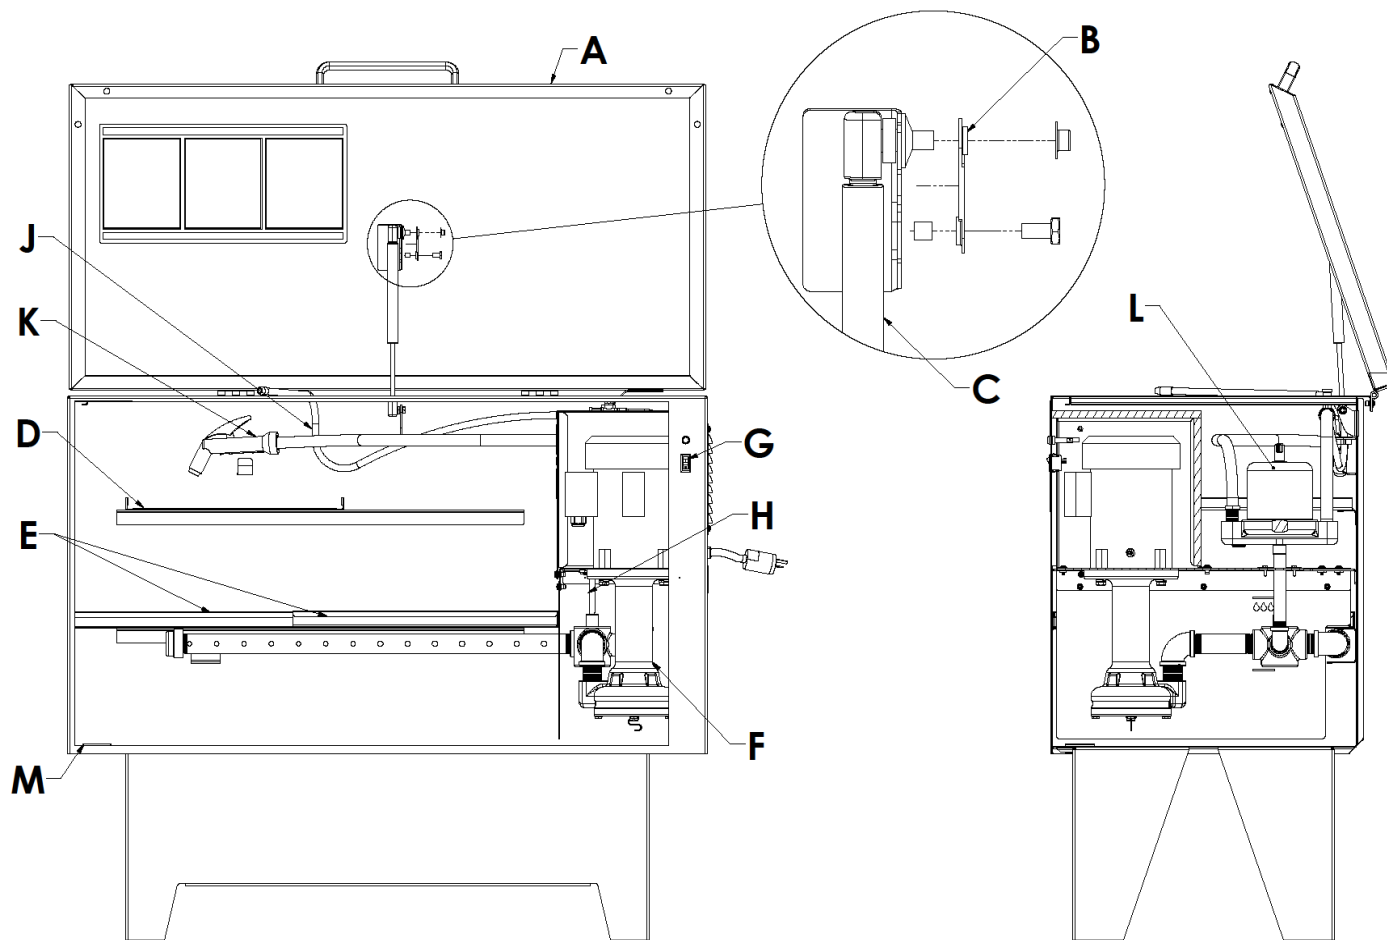

FIGURA 1
Abra la tapa de seguridad automática (FIGURA 1 (A)) de su Clean-O-Matic y notará que se levanta con una mano de manera sencilla y fácil. No hay nada que conectar ni que desconectar para abrir o cerrar la tapa.
La tapa de su Clean-O-Matic está equipada con un resorte a gas de dos vías (FIGURA 1 (C)) que también incluye un eslabón fusible (FIGURA 1 (B)). Cuando se abre, el mecanismo de la tapa sostiene la tapa en un ángulo ligeramente inclinado hacia adelante. Este ángulo es necesario a fin de asegurar que el eslabón fusible de la tapa cumpla su función en el improbable caso de incendio en el depósito. En caso de un incendio, el eslabón fusible se fundirá a 165 °F, permitiendo que la tapa se cierre de golpe y reduciendo el aporte de oxígeno al incendio.
Todas las Clean-O-Matic vienen equipadas con un estante perforado (FIGURA 1 (D)) y dos estantes telescópicos (FIGURA 1 (E)), los cuales sirven como barrera de borde libre para ayudar a limitar las emisiones de VOC. Sus propias necesidades de limpieza determinarán cual será la mejor posición para su operación.
La unidad de bombeo centrífugo (FIGURA 1 (F)) suministrada con la Clean-O-Matic es una unidad resistente con calidad de “máquina herramienta” que juega un papel importante en la limpieza de piezas. Es particularmente útil para enjuagar la suciedad y la grasa reblandecida después de remojar las piezas.
Para operar la bomba y la agitación del depósito después de llenar la unidad, encienda el interruptor (FIGURA 1 (G)) en el frente de la Clean-O-Matic o active el paso de aire por la válvula. Se deberá encender la luz piloto, indicando que la bomba está funcionando. En todos los modelos, la válvula pequeña en la manguera metálica flexible (FIGURA 1 (J)) le permite cortar el flujo hacia la manguera flexible, dirigiendo todo el líquido a través de la manguera aspersora (FIGURA 1 (K)). Siempre dirija el flujo hacia el depósito de manera tal que evite salpicar. Nunca apunte la boquilla aspersora a ninguna persona. En los modelos 504 hasta el 924, la válvula selectora (FIGURA 1 (H)) está ubicada en el lado derecho trasero interno del depósito. La válvula selectora permite utilizar la función de agitación en el depósito sola, las mangueras de enjuague y aspersión juntas o una combinación de las tres.
Su Clean-O-Matic está equipada con un filtro (FIGURA 1 (L)) con un elemento recolector de malla reutilizable. Este recolector de malla debe limpiarse al menos una vez a la semana y con mayor frecuencia cuando el uso es pesado, a fin de ayudar a alargar la vida del líquido de limpieza y aumentar la eficiencia de la limpieza. Cada cierto tiempo, se puede reemplazar el recolector de malla por un cartucho de filtro de aceite en el contenedor del filtro (consulte la lista de piezas de repuesto a continuación). Si deja funcionar la bomba durante unas horas jalará más contaminantes del líquido y ayudará a extender la vida útil del líquido.